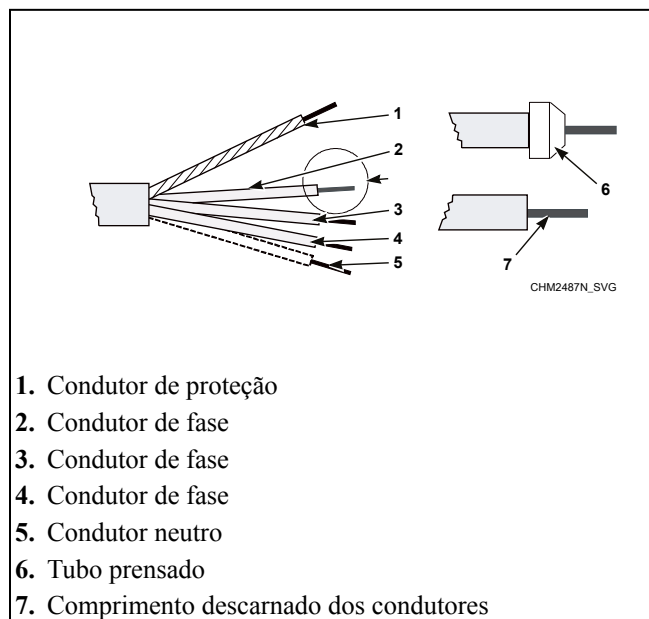

Figura 25
2. Descarne as extremidades dos condutores. Ver *Figura 25*. O condutor de proteção deve ser mais longo, para que seja direccionado para a máquina sem tensão.